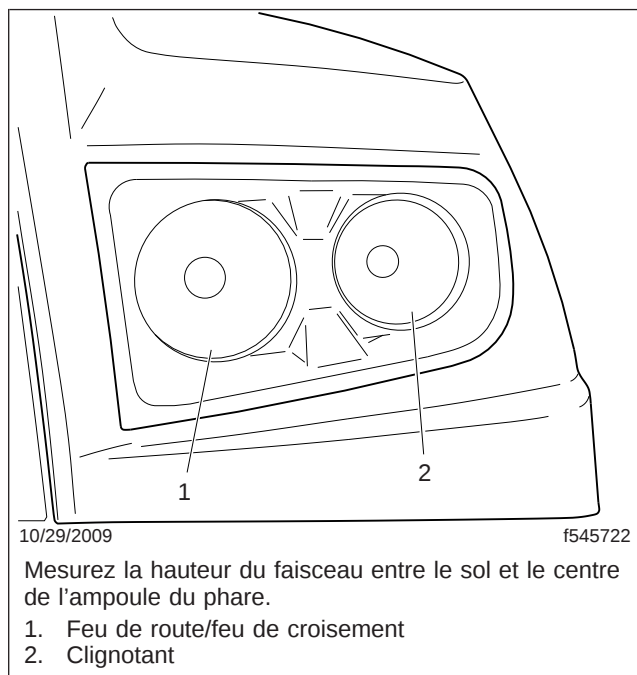

Fig. 23.1, Ensemble du phare/clignotant
2. Sur chaque phare, trouvez le centre de l'ampoule. Voir la figure 23.1.